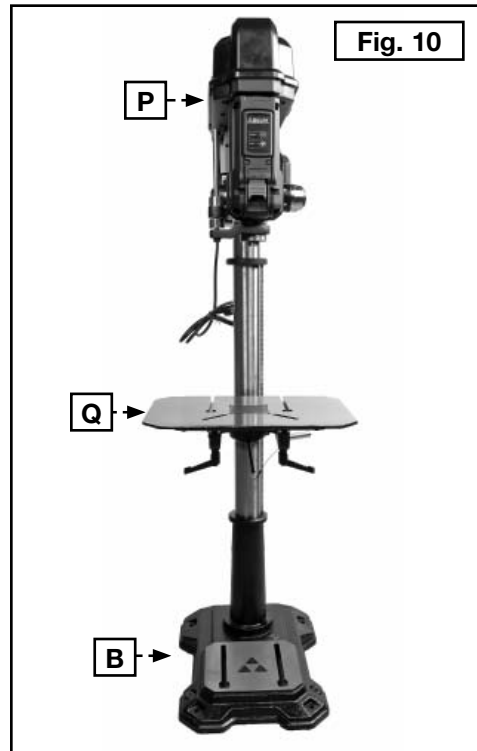

Fig. 10
2. Alinee el cabezal (P) Fig. 10 con la mesa (Q) y la base (B).